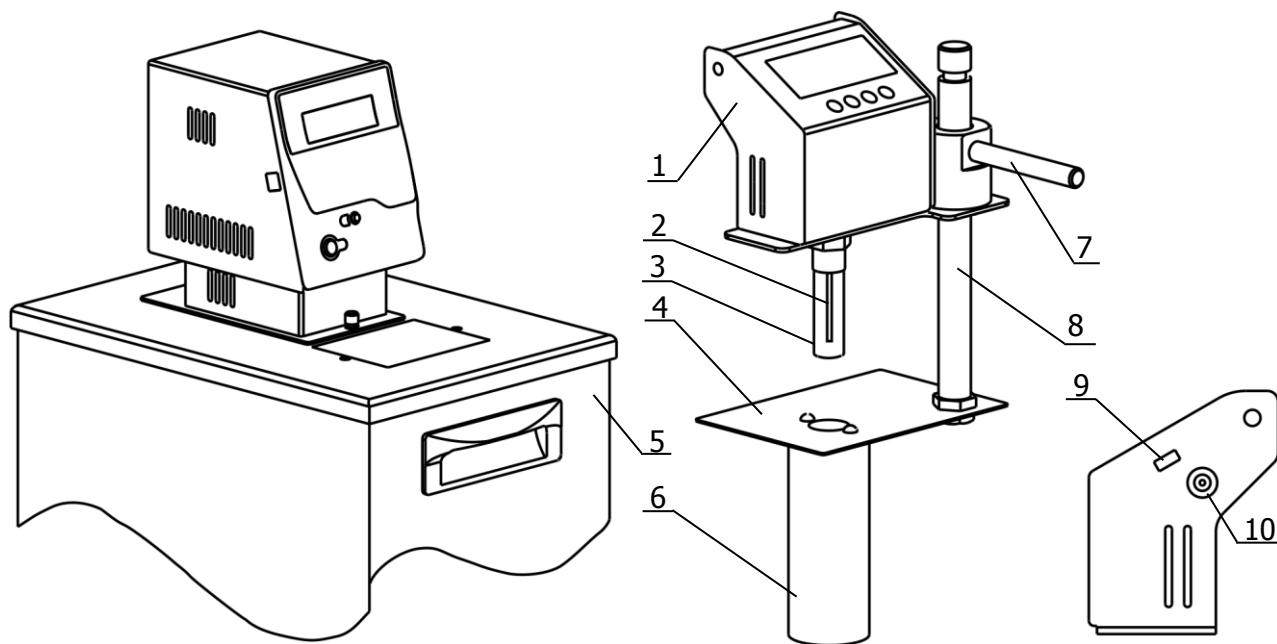
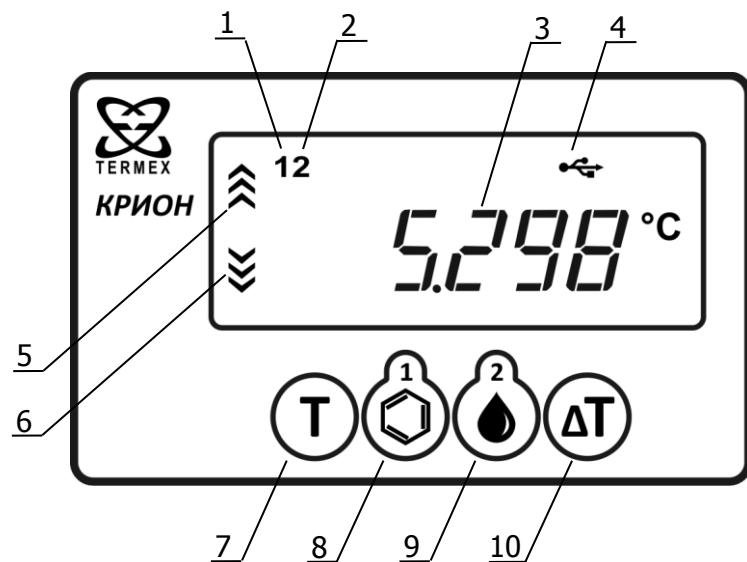

Рисунок 1 — Внешний вид установки
Рисунок 3 — Лицевая панель электронного блока
1.5.1 Установка состоит из электронного блока 1 (рисунок 1), перемещающегося с помощью рукоятки 7 вдоль штанги 8, установленной на основании 4. В нижней части электронного блока расположен датчик температуры 2. Виала 3 с раствором испытуемого вещества фиксируется резьбовым соединением так, чтобы датчик оказался внутри ее. Основание 4 устанавливается в отверстие ванны криостата 5. В нижнем положении электронного блока 1 виала 3 входит внутрь охлаждаемого стакана 6, установленного в нижней части основания 4. На правой стенке электронного блока расположены разъем microUSB 9 и разъем питания 10 (12В, 0.25А,  $\text{C}^\pm$ ).
2.2.5 Включить сетевой адаптер из комплекта поставки в сеть 220 В и подключить его к разъему 10 (рисунок 1) на боковой стенке электронного блока. При этом загорится дисплей электронного блока и в позиции 3 (рисунок 3) отобразится текущая температура.
2.4.1 На лицевой панели электронного блока (рисунок 3) расположены дисплей и четыре кнопки, с помощью которых осуществляется управление установкой. Назначение элементов управления указаны в таблице 2.
- 1 - Подготовка. Установка ожидает охлаждения образца до плюс 15 °С. Индикаторы 5, 6 (рисунок 3) погашены.
2.7.2 Для изменения значения температуры переохлаждения (см. рисунок 3):
2.8.3 Запустить процесс измерения температуры кристаллизации растворителя длительным нажатием (более 1 с) кнопки 8 (см. рисунок 3). Индикатор 1 начнет мигать, а на дисплее отобразится текущая температура растворителя.
2.8.4 По окончании измерения раздастся звуковой сигнал, значение температуры кристаллизации растворителя сохранится в энергонезависимую память установки и отобразится на дисплее. В дальнейшем (до начала следующего измерения температуры кристаллизации) это значение можно посмотреть, коротко нажав кнопку 8 (рисунок 3).
2.9.3 Запустить процесс измерения температуры кристаллизации раствора испытуемого вещества длительным (более 1 с) нажатием кнопки 9 (см. рисунок 3). Индикатор 2 начнет мигать, а на дисплее отобразится текущая температура раствора.
2.9.4 По окончании измерения раздастся звуковой сигнал, значение температуры кристаллизации раствора испытуемого вещества сохранится в энергонезависимую память установки и отобразится на дисплее. В дальнейшем (до начала следующего измерения температуры кристаллизации) это значение можно посмотреть, коротко нажав кнопку 9 (рисунок 3).
- 2 - включить принудительное перемешивание, одновременно нажав и удерживая (более 3 с) кнопки 7 и 10 (рисунок 3);
2.10.1 Нажать кнопку 10 (рисунок 3). На дисплее отобразится значение депрессии температуры.